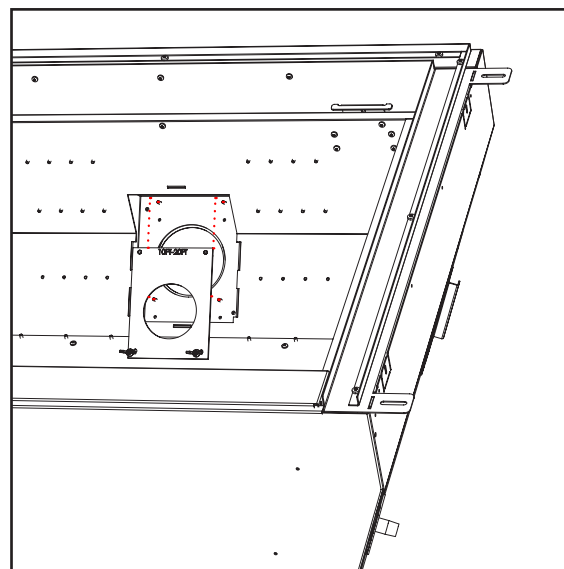

Figure 25c.
Les écrous à oreilles doivent être utilisés sur les boulons qui dépassent du bas de la plaque. vu à la figure 25c.
Étape 6. Fixez les écrous à oreilles aux boulons inférieurs uniquement. Fig.25c